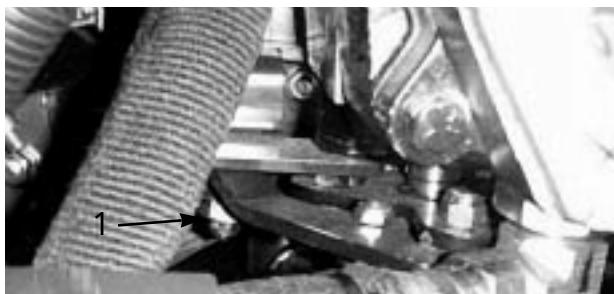

図 56
3. トラクション調整カムのロックナット(図56)をゆるめる。